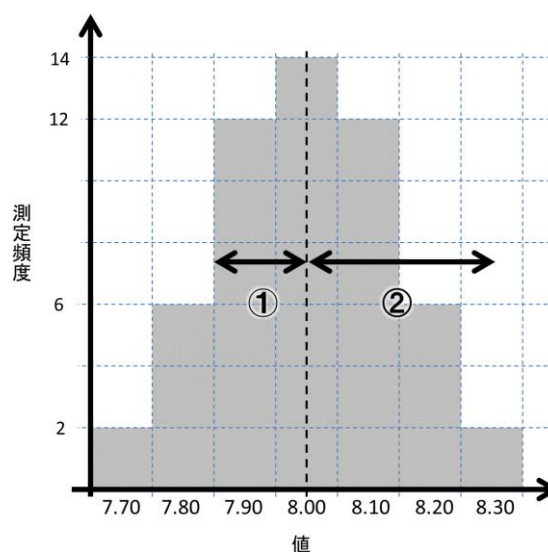

図6 標準偏差は①と②のどっち？
標準偏差とは何かということを確認しておきましょう。ある一連のデータについて、図6のようにヒストグラムを描けたとします。図の①と②のうち、標準偏差に当たるのはどちらでしょう？言うなれば、①はデータ全体のばらつきを考えると、このくらいずれるのは普通と考えられる程度のずれ、②はこんなにずれることは少ないかなという大きなずれです。